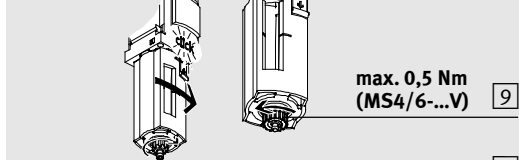

Fig. 8
- Le taquet de déverrouillage doit s'enclencher avec un bruit clairement audible lorsqu'il atteint la butée (→ Fig. 8).
- il cursore di sbloccaggio si innesta in modo percepibile quando raggiunge la battuta d'arresto (→ Fig. 8).